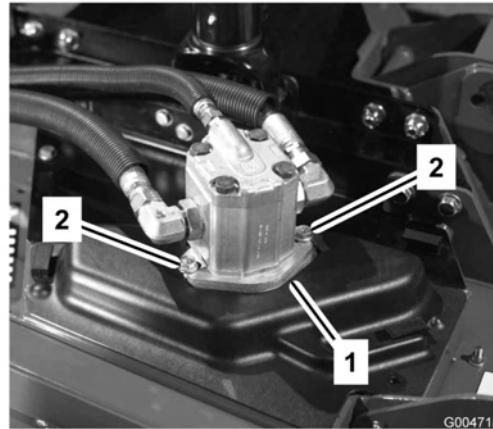

Bild 64
4. Entfernen Sie die Schrauben, mit denen der Hydraulikmotor am Mähwerk befestigt ist (Bild 64). Heben Sie den Motor vom Mähwerk ab und legen ihn auf die Oberseite des Mähwerks.